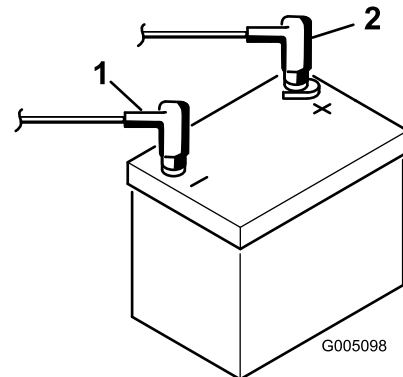

Bild 7
- Klemmen Sie zuerst das Pluskabel (Rot) am Pluspol (+) der Batterie und dann das Minuskabel (Schwarz) am Minuspol (-) der Batterie an, wobei Sie die Kopfschrauben und Muttern verwenden (Bild 7). Ziehen Sie den Gummischuh über den Pluspol, um Kurzschlüssen vorzubeugen.